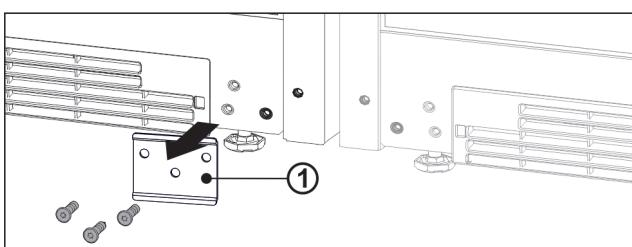

Fig. 13
- ▶ Ako je lim Fig. 13 (1) ugrađen, odvijte ga.